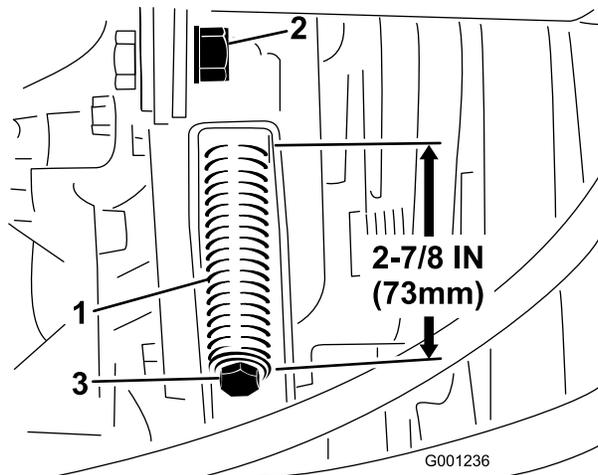

図 75
3. テンションロッドのジャムナットをゆるめる 図 75。
4. テンションスプリングの調整には1/2 インチのレンチを使う 図 75。スプリングの長さが 73mm になるように調整する。
4. 1/2 インチのレンチを使ってテンションスプリングを完全にゆるめる 図 75。
6. 新しいPTOベルトを取り付け、プーリスプリングの長さが 73mm になるように張りを調整する 図 75。
7. ジャムナット (図 75) を締め、フードを閉める。